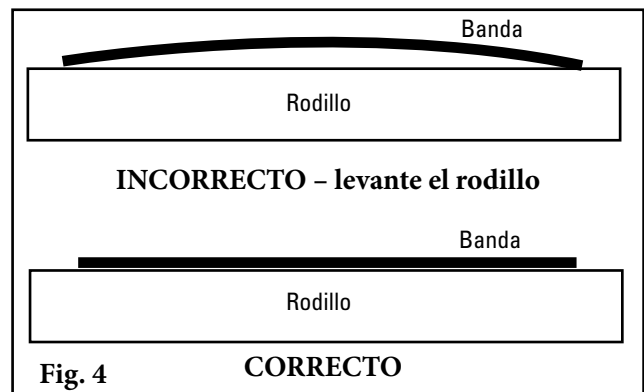

Fig. 4
4. **Baje la banda.** Asegúrese de que la banda tenga contacto con el rodillo. Eleve los soportes si no hay buen contacto (Fig. 4). Apriete todos los tornillos.